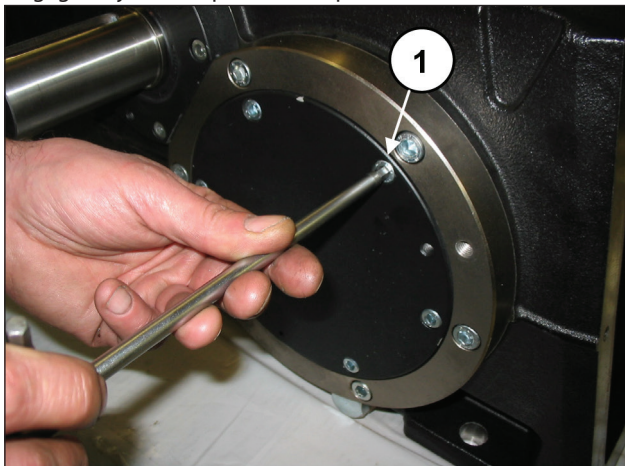

Fig. 11
Démonter ensuite les deux caches roulement en dévissant leurs vis respectives (rep. ①, Fig. 11).